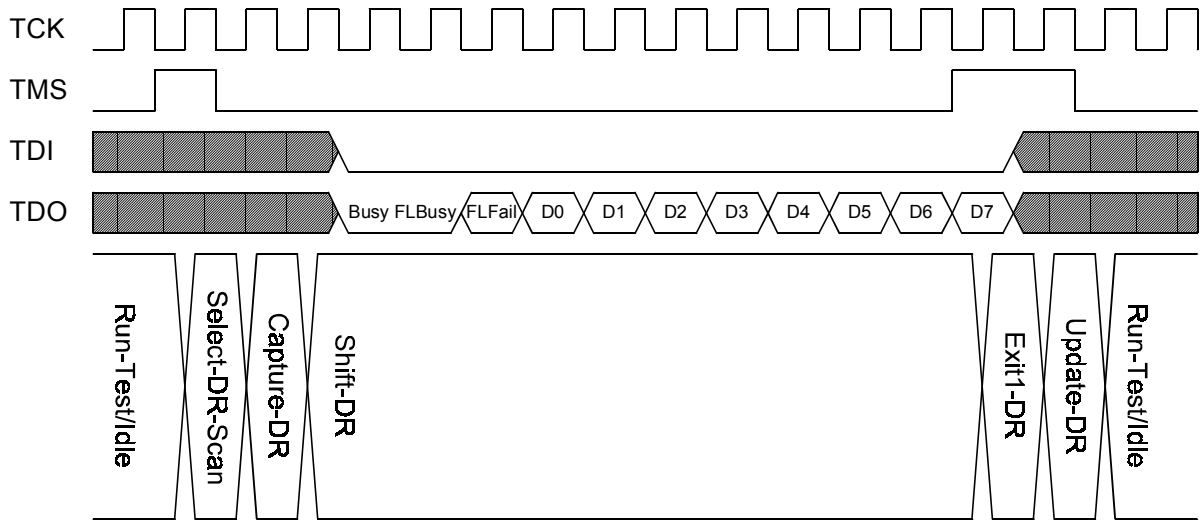

图 15 读 FLASHDAT 的 DR 扫描时序图
7. 读 FLASHDAT。这是一个 10 位的间接读（8 个数据位，一个 FLFail 位和一个 FLBusy 位）。图 15 给出读 FLASHDAT 的 DR 扫描时序图。